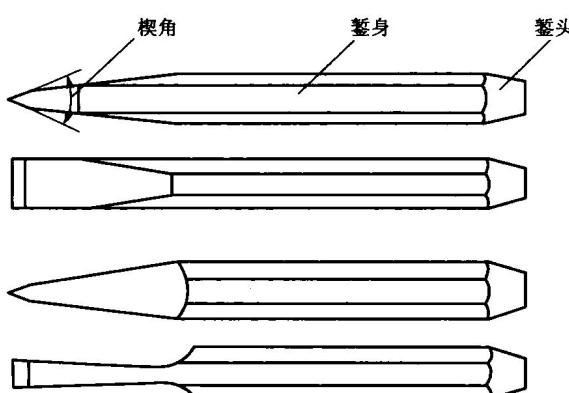

图 1-11 平錾与窄（槽）錾
**錾子：**錾子（图 1-11）一般用碳素工具钢锻毛坯，磨成所需楔形，刃部经淬火和回火处理而成。錾子的形状是根据錾削工作的需要而制作的，常用的錾子